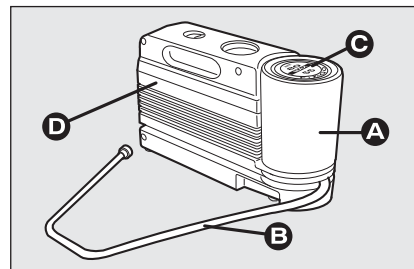

fig. 2
- una bomboletta **A-fig. 2** contenente il liquido sigillante, dotata di:
- tubo di riempimento **B-fig. 2**;
- bollino adesivo **C-fig. 2** recante la scritta “max. 80 km/h”, da apporre in posizione ben visibile dal conducente (su plancia portastrumenti) dopo la riparazione pneumatico;
- un compressore **D-fig. 2** completo di manometro e raccordi, reperibile nel vano;